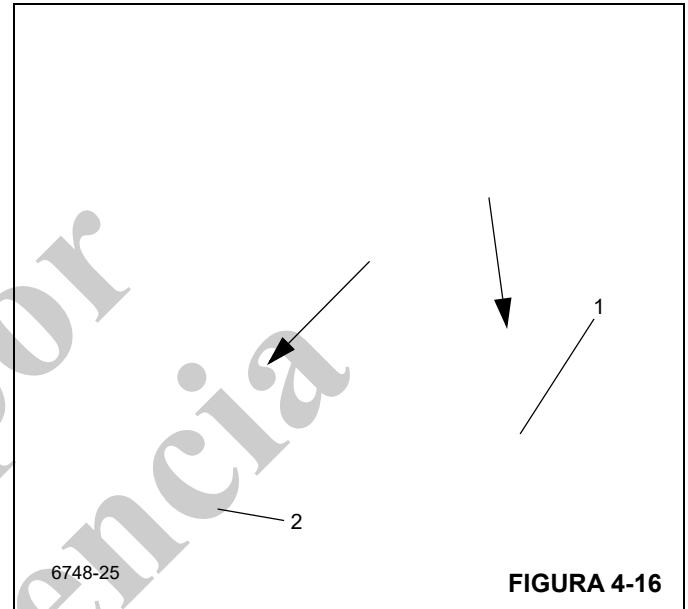

FIGURA 4-16
5. Saque los dos tornillos que fijan cada almohadilla de desgaste lateral superior (1), (Figura 4-16) e inferior (2), (Figura 4-16) a la parte delantera de la sección de base. Retire las almohadillas de desgaste, los suplementos y la escuadra de montaje (parte superior del lado izquierdo solamente).